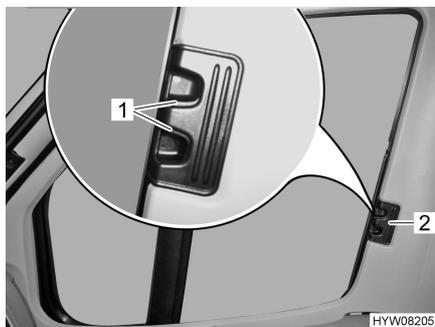

Fig. 9 Bloccaggio delle tendine oscuranti pieghevoli per il finestrino del conducente/passeggero
- Inserire la tendina oscurante pieghevole per la maniglia (Fig. 9,2) fino all'arresto.
- Fare innestare le maniglie di sbloccaggio (Fig. 9,1).